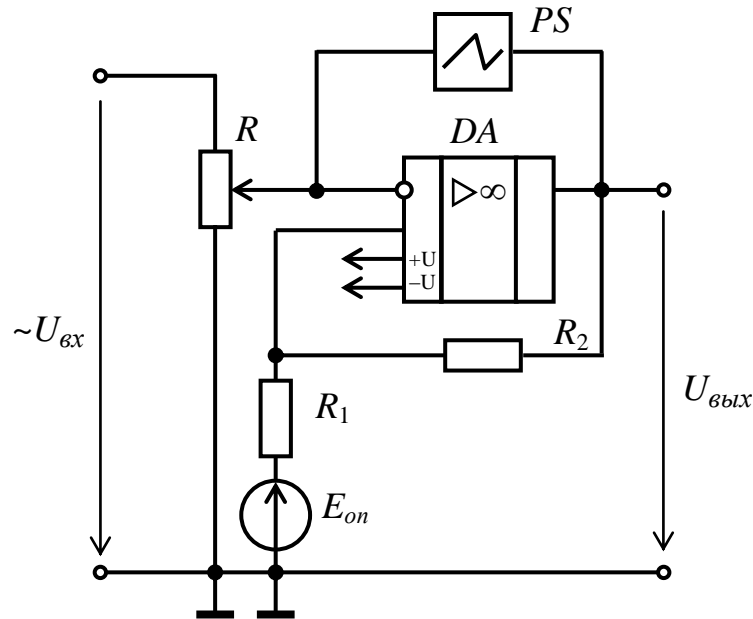

Рисунок 2 – Принципова електрична схема для дослідження тригера Шміта.
1.3. Скласти принципову електричну схему для дослідження тригера Шміта (рис. 2).